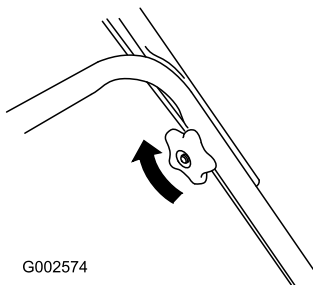

Рисунок 4
2. Затяните маховички на рукоятке (Рисунок 4).